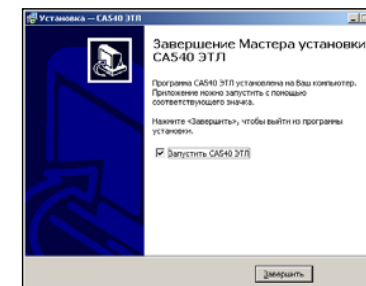

Рисунок 8.7
6) На экране появится окно (рисунок 8.7). Для завершения установки программы щелкнуть по кнопке `Завершить`, на Рабочем столе появится ярлык "CA540 ЭТЛ".